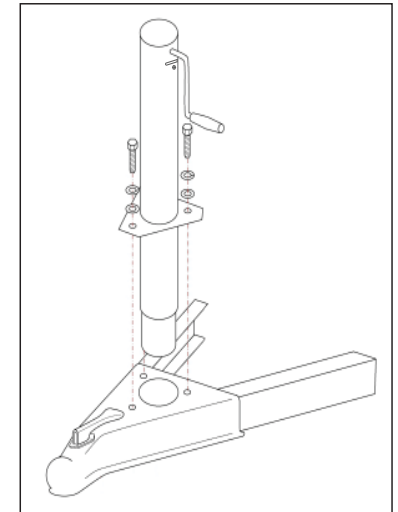

Fig. 2
6. Comme le montre la Figure 2, insérer le vérin de flèche Husky dans le trou sur le dessus du coupleur en triangle et s'assurer d'aligner les trous de la plaque de montage avec les trous du coupleur.
7. Fixer le vérin en place avec trois (3) boulons SAE de catégorie 5 en installant les rondelles plates, puis les rondelles de blocage, et enfin les boulons à l'aide d'une clé de 9/16 po. Serrer les boulons à un couple de serrage de 15 à 20 pi/lb.